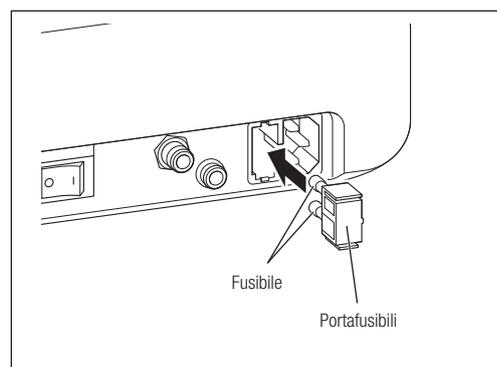

Fig. 60
- 3) Rimuovere il portafusibile situato sul retro dell'unità di controllo spingendo verso l'interno le tacche su entrambe le estremità (Fig. 60).